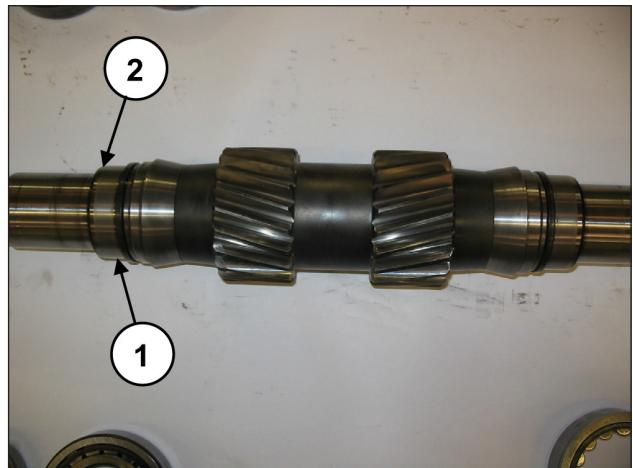

Abb. 33
Ziehen Sie die Innenringe der Lager aus der Zapfwelle (Pos. ①, Abb. 33) und die beiden Distanzringe des Innenlagers (Pos. ②, Abb. 33) heraus.